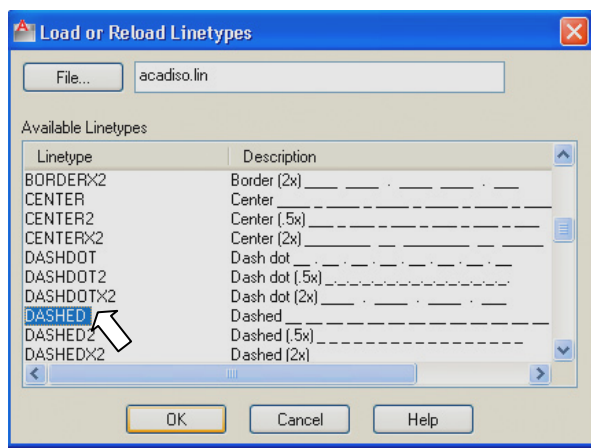

Рис. 4.11. Окно загрузки типов линий
6. Для загрузки нужного типа линии в чертеж щелкните мышью на кнопке **Load** (Загрузить) диалогового окна **Linetype** (Тип линии). Появится диалоговое окно **Load or Reload Linetypes** (Загрузка или перезагрузка типов линий) (рис. 4.11).